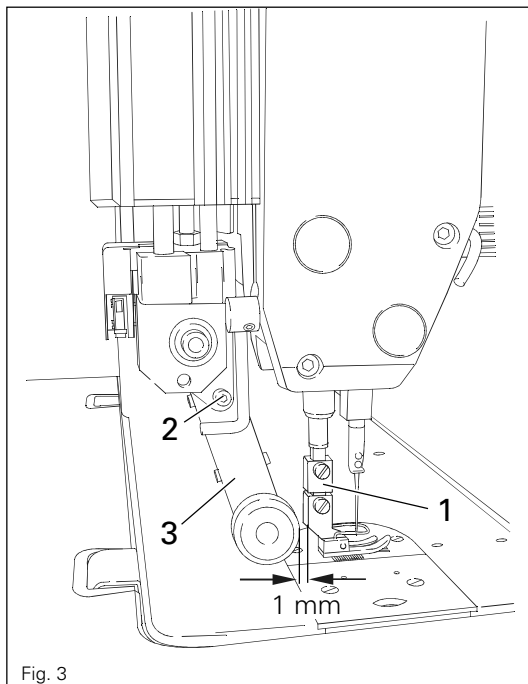

Fig. 3
- Adapter 1 wie in Fig. 3 gezeigt an die Presserstange montieren.